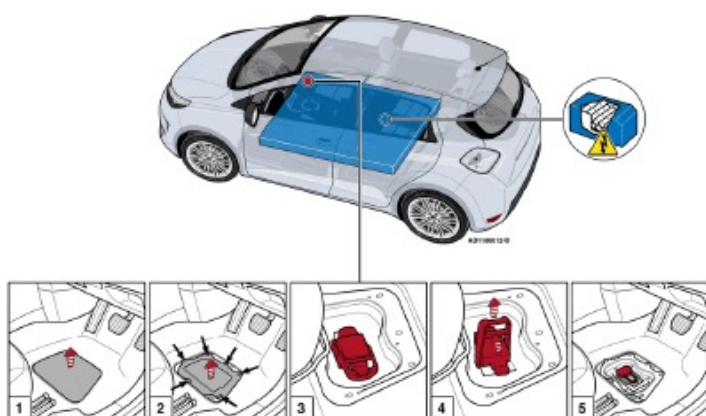

Figura 2. Acceso al conjunto de baterías Renault ZOE.
- 12) Seguir los pasos 1 - 2 - 3 - 4 - 5 de la figura 2.